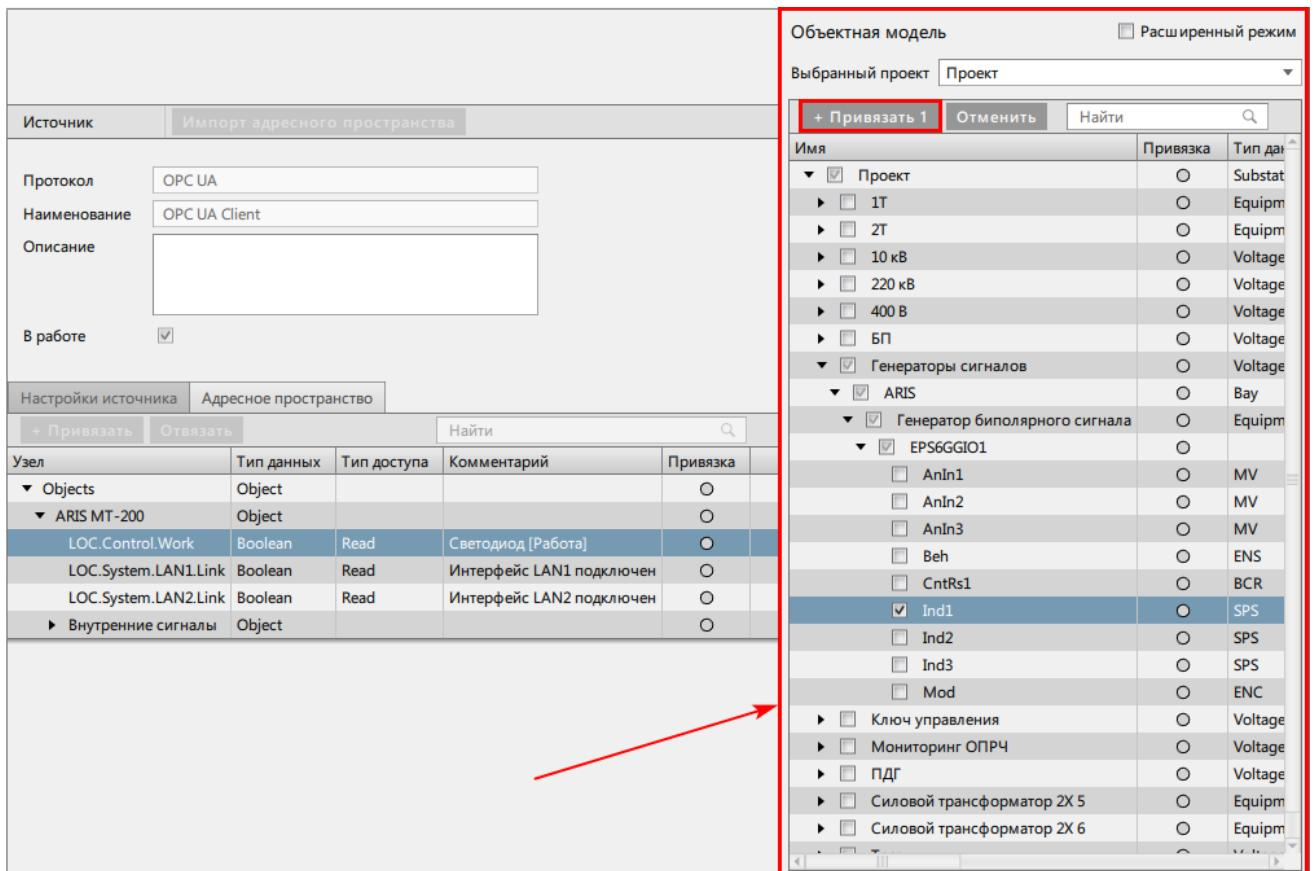

Рисунок 217 - Привязка сигналов
9. Нажмите **+Привязать** (Рисунок 217).